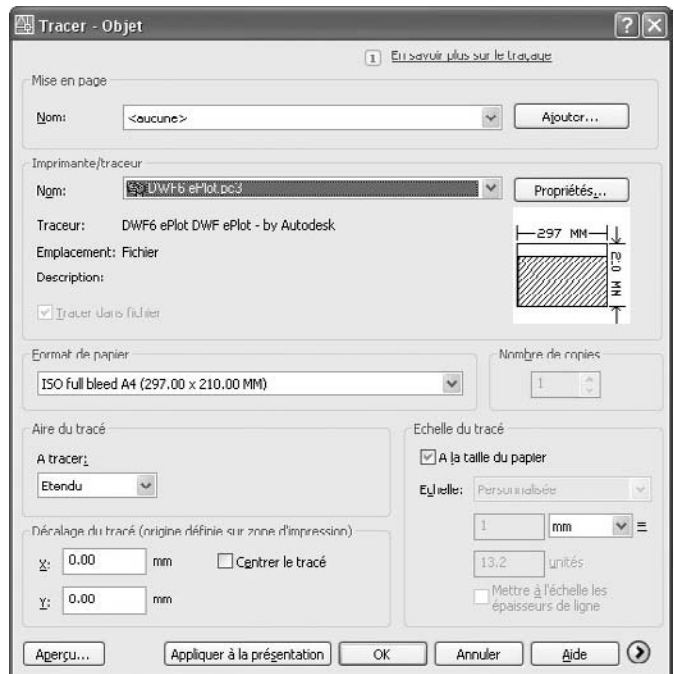

Fig.23.26
- 1 Dans le menu **Fichier** (File), choisir l'option **Imprimer** (Plot) (fig.23.26).